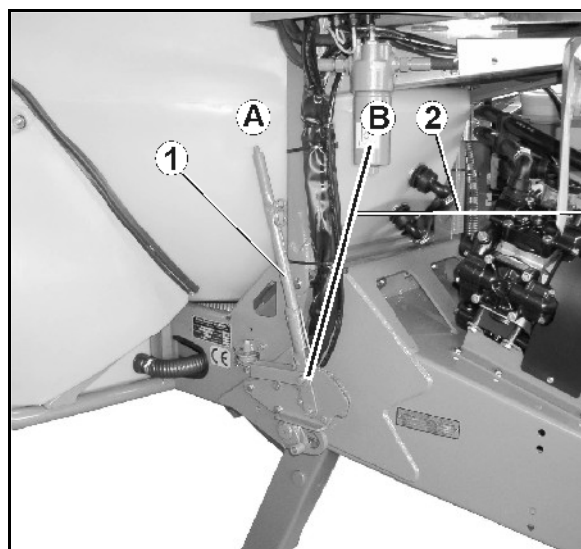

Fig. 34
- Travão de estacionamento (Fig. 34/1)
- Solto (Fig. 34/A)
- Puxado (Fig. 34/B)
- Cabo de ruptura (Fig. 34/2)